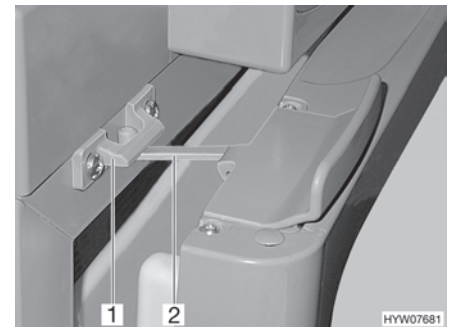

Bild 151 Kühlschranktür in Lüftungsstellung (Thetford)
- Verriegelung (Bild 151,2) aufklappen und in der Verriegelungsaufnahme (Bild 151,1) einrasten. Die Kühlschranktür bleibt damit leicht geöffnet.